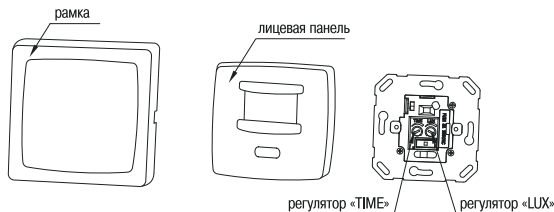

Рисунок 13 – Конструкция датчика движения ДД-030
- Снимите рамку, а затем лицевую панель с основания датчика, поддев её отвёрткой с прямым шлицем (рисунок 13).
Регулятор выдержки времени включения датчика TIME, освещённости LUX и переключатель режимов работы датчика находится под лицевой панелью (рисунок 13), которая снимается с помощью отвёртки. Регулировка осуществляется с помощью отвёртки с прямым шлицем.